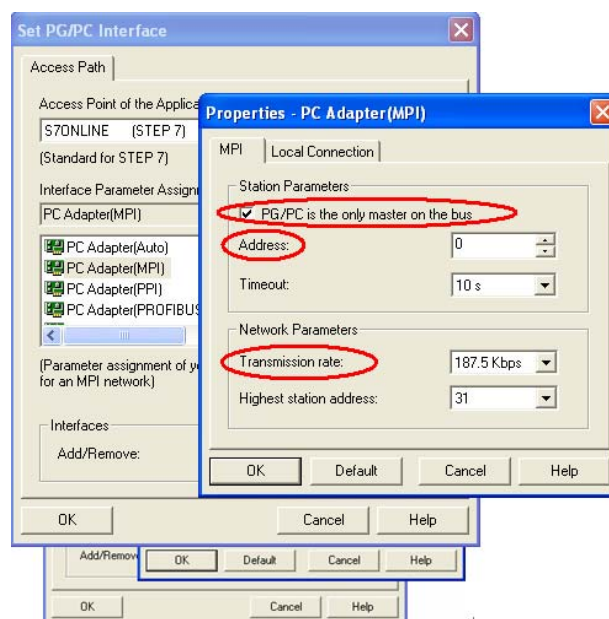

图 2.2.3
3. 在弹出属性对话框中, 勾选 PG/PC is the only master on the Bus, 地址采用默认地址 0, 当然您也可以指定自己的地址, 但是需要注意不能与在此网络上其他设备 (包括前面的控制面板) 的 MPI/Profibus 地址冲突 (原则 1: 一条总线上所有站的站地址一定不能重复) 指定 Transmission rate 为 187.5kbps, 此处, 波特率的设置要与面板中协议指定的波特率相同 (原则 2: 一条总线上所有设备的通讯速率一定要一致), 如图 2.2.3 所示。